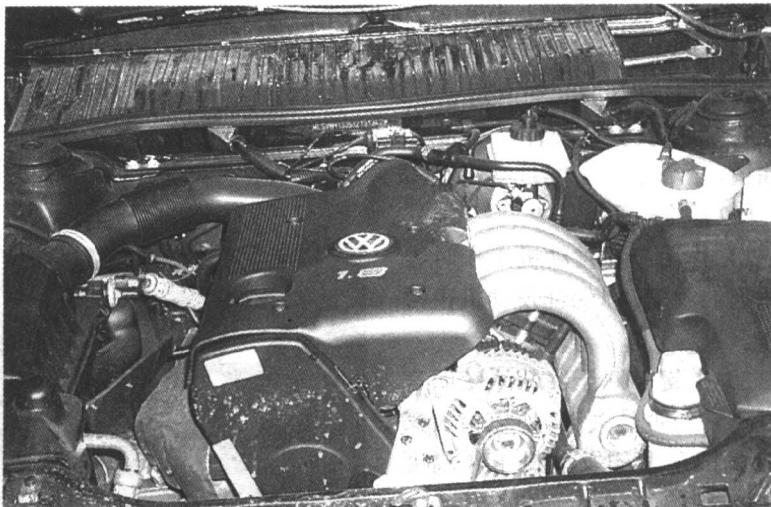

图 1-3 AYJ 型发动机外观
(2) 2000 型。2000 型曾使用过的发动机有 JV 型、AFE 型、AJR 型、AYJ 型四种形式。AYJ 型发动机外观见图 1-3。